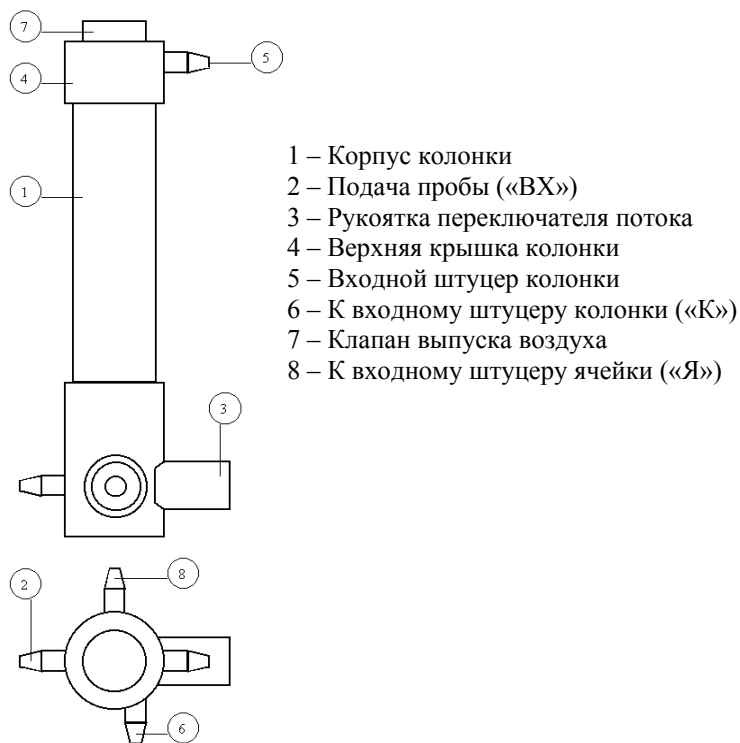

Рис. 1 Схема колонки
Конструкция ионно-обменной колонки (рис. 1) позволяет проводить измерения либо без предварительной подготовки пробы, либо с предварительной подготовкой пробы, когда анализируемая вода подается от пробоотборника на кондуктометрическую ячейку после ионно-обменной колонки. Для этого в основании ионно-обменной колонки установлен переключатель потока, с помощью которого осуществляется изменение направления потока пробы. Расположение и назначение штуцеров ионно-обменной колонки показано на рисунке.
- отсоединить ПВХ трубку от входного штуцера 5 колонки (см. рис.1),